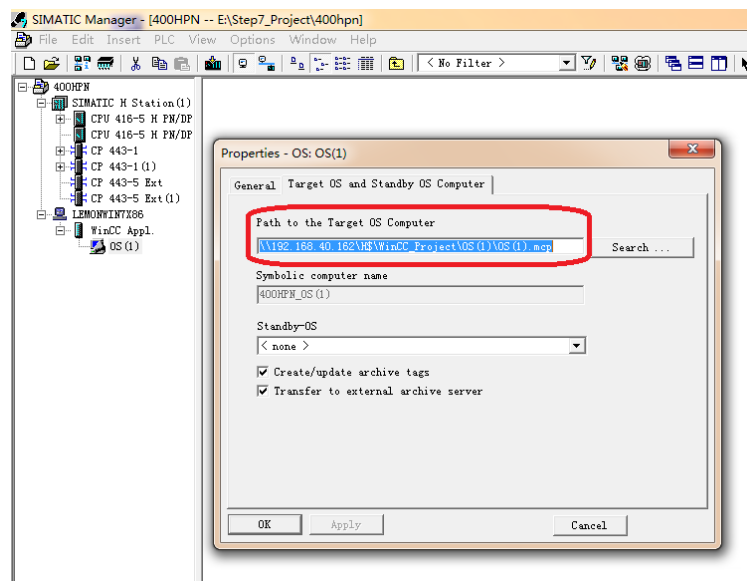

图 5
(C) 在 OS 属性中设置 WinCC 项目在 OS 站的存储路径，如图 5 所示。